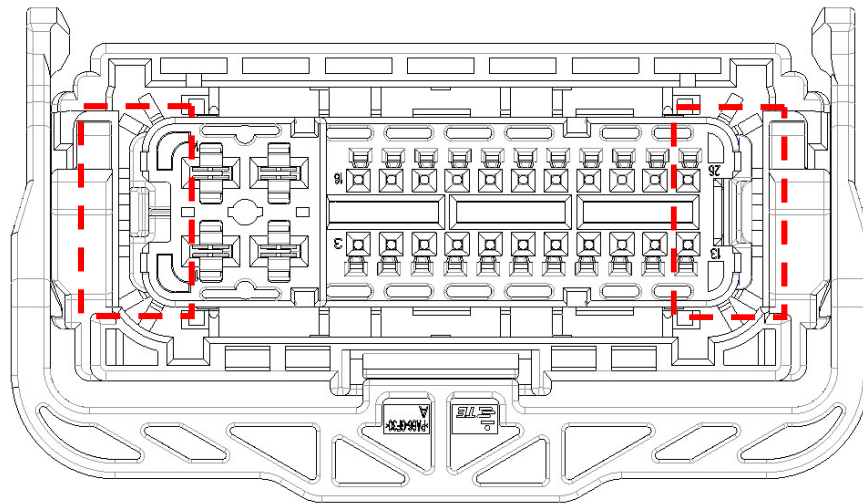
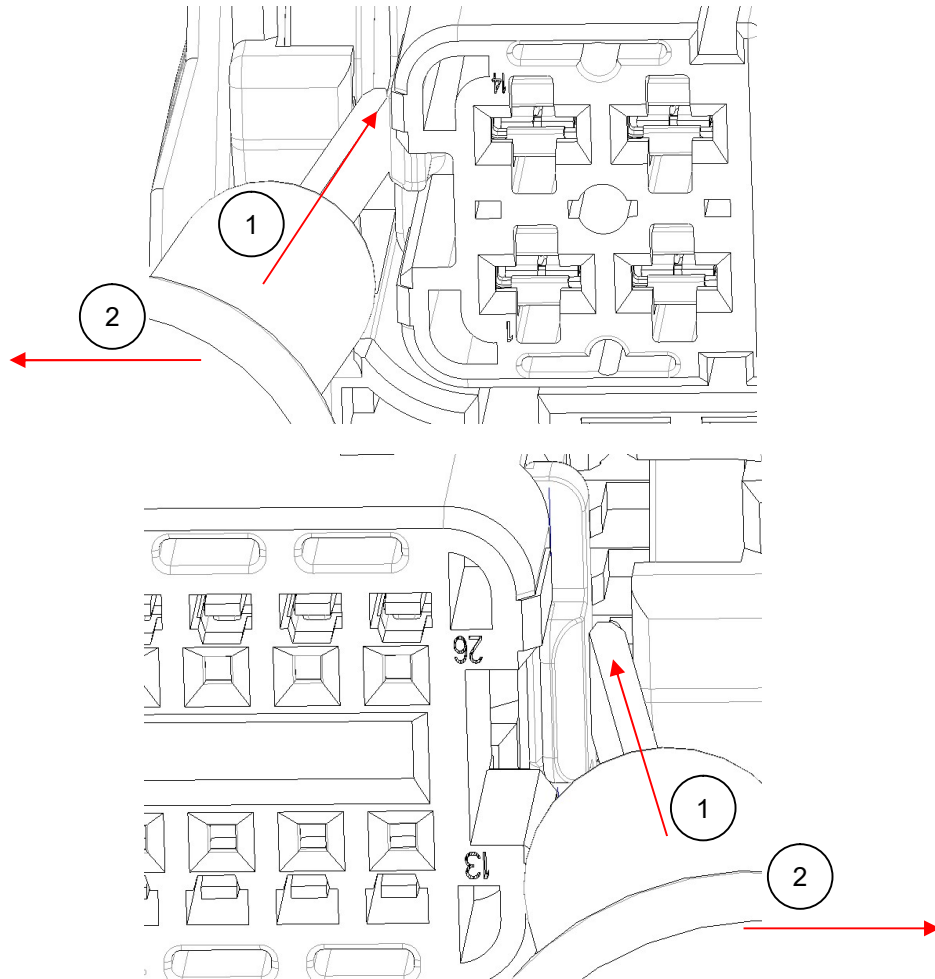
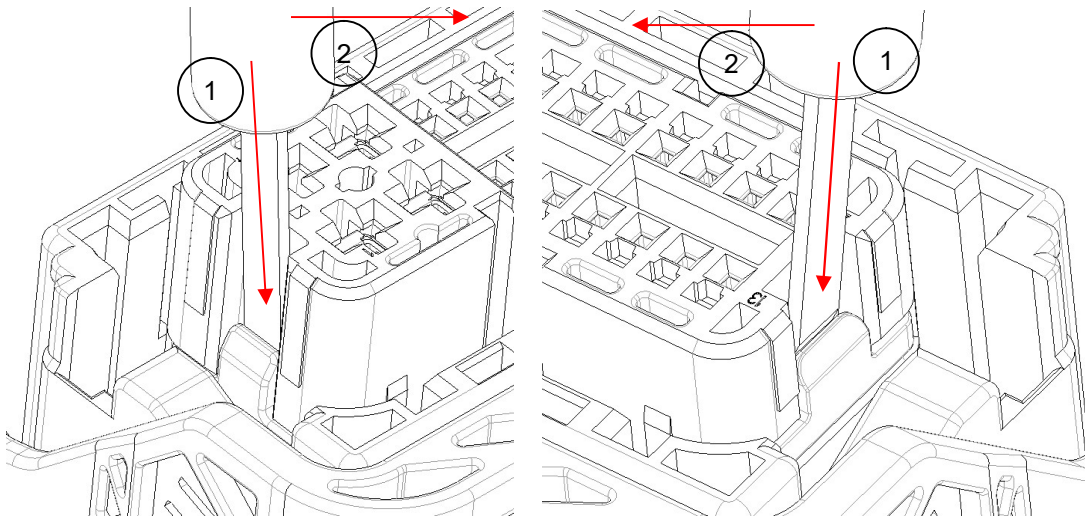

Fig. 7
Fig. 11
Fig. 12
- (1) TPA 가 Pre-lock 상태인지 확인하십시오. (Fig. 7 참조) Final lock 상태일 경우에 단자가 삽입되지 않음으로 Rework 후 다시 단자를 삽입하십시오. (Fig. 11 참조)
(1) 모든 Cavity 에 적절한 단자를 삽입한 후, 1 자 드라이버 류 치구(이하 치구)를 아래 이미지와 같이 삽입하고 지렛대 원리를 이용하여 Final Lock 상태를 완료하시오. (Fig.11 참조)
Female 단자의 탈착 시, TPA 는 Pre-lock 상태로 빠져 있어야 (Fig.7 참조) 한다. TPA 해제 방법은 지렛대 원리를 이용하니 Fig.12 을 참조하시오.